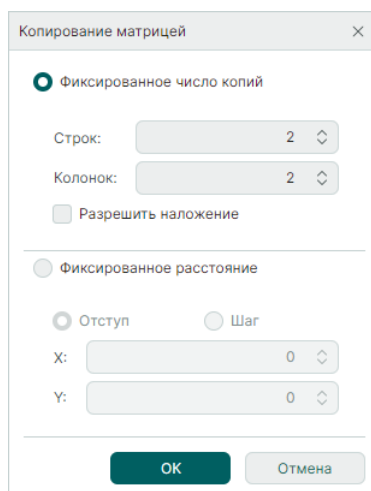

Рис. 545 Фиксированное число копий
- «Фиксированное число копий» – укажите число строк и колонок и установите при необходимости флаг в поле «Разрешить наложение» для допуска наложения копируемых объектов друг на друга, см. Рис. 545.